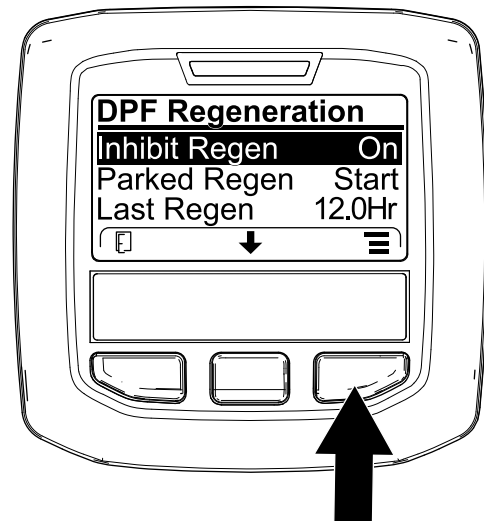

Figura 66
- Acceda al menú DPF Regeneration (Regeneración de DPF), pulse el botón central para desplazarse hacia abajo, hasta la opción INHIBIT REGEN (Inhibir regeneración) y pulse el botón derecho para seleccionar la opción Inhibit Regen (Figura 66).
- Pulse el botón derecho para cambiar el ajuste de inhibición de regeneración de Activado a Desactivado (Figura 66) o viceversa (Figura 67).